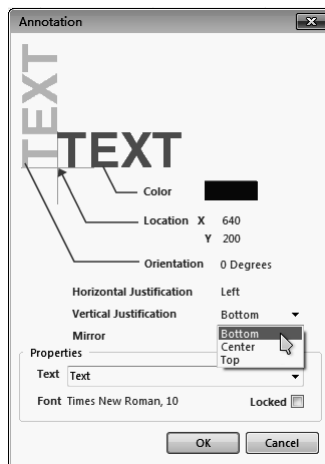

图 4-2-30 垂直位置调整下拉菜单
(5) Vertical Justification 属性。该属性用于对标注文本的位置进行垂直调整。单击 Vertical Justification 属性中的 Bottom 会弹出垂直位置调整下拉菜单,如图 4-2-30 所示。可供选择的位置有 Bottom (向下调整)、Center 和 Top (向上调整)。